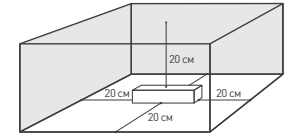
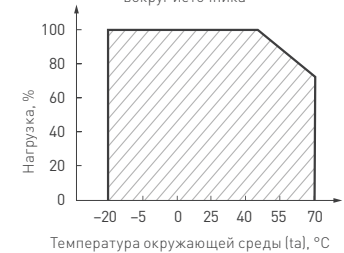

Рис. 3. Свободное пространство вокруг источника
Рис. 4. Максимальная допустимая нагрузка, % от мощности источника
- 4.3. Для естественной вентиляции обеспечьте не менее 20 см свободного пространства вокруг источника питания, как изображено на рис. 3. При невозможности обеспечить свободное пространство используйте принудительную вентиляцию. В случае установки в ограниченном пространстве (например, лайтбокс или профиль) предусмотрите обеспечение требуемого температурного режима источника питания согласно рис. 4.
- 4.4. Рекомендуется не нагружать источник питания более чем на 80% от его максимальной мощности. Учитывайте, что с повышением температуры окружающей среды максимальная мощность источника питания снижается, см. график зависимости на рис. 4.